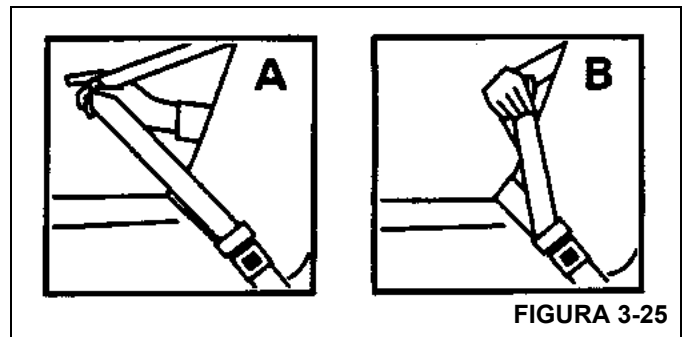

FIGURA 3-25
- a. Puxe o cinto de ombro para fora (A) pelo menos 130 mm (5 pol.), de forma que, quando for solto, retorne para seu peito (Figura 3-25).
- b. Em seguida, puxe o cinto de ombro para baixo (B) pela quantidade mínima necessária para liberar a pressão, mas não mais do que 25 mm (1 polegada) e solte.